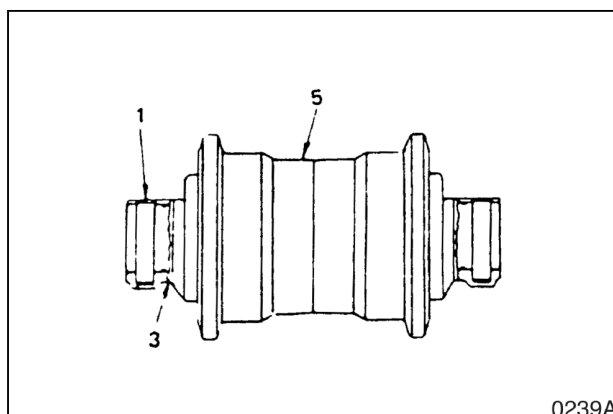

Рис. 36
6. Установите фланец (3, рис. 36) и уплотнительное кольцо (2) и штифт (1) на оставшуюся часть.